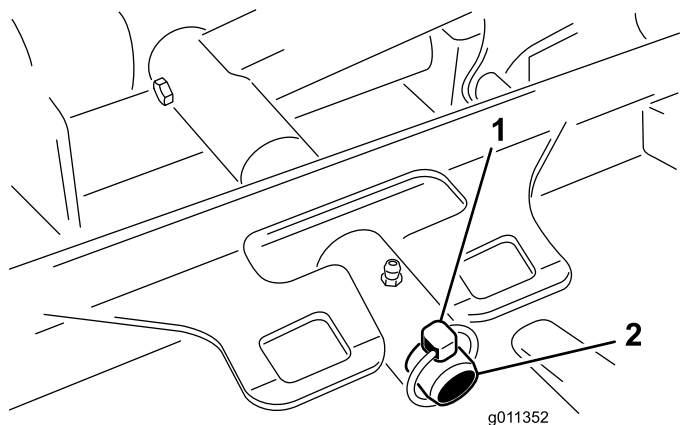

Figure 86
3. Retirez la goupille à anneau (Groundsmaster 4500) ou l'écrou de retenue (Groundsmaster 4700) qui fixe le bâti porteur de l'unité de coupe à l'axe de pivot du bras de levage (Figure 86).
2. Faites glisser le bâti porteur de l'unité de coupe sur l'axe de pivot du bras de levage (Figure 86). Fixez l'unité sur l'axe à l'aide de la goupille à anneau (Groundsmaster 4500) ou de l'écrou de retenue (Groundsmaster 4700).